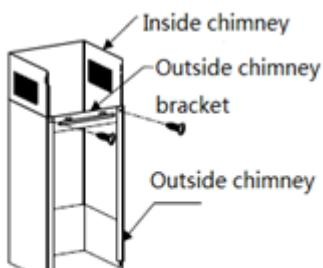

fig. 4
- Fixez l'étrier plat à l'arrière de la cheminée inférieure. (fig. 4).
- Posez les 2 cheminées sur la hotte (fig. 4).